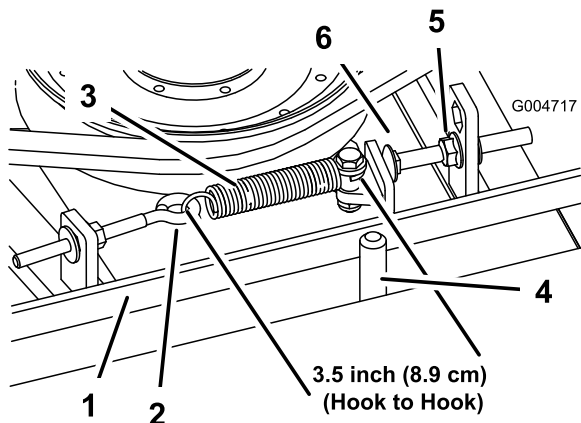

Bild 97
Bei richtiger Spannung sollte die Messung an der Verlängerungsfeder (Haken zu Haken) ungefähr $8,9 \text{ cm} \pm 0,63 \text{ cm}$ betragen. Wenn die Federspannung richtig ist, stellen Sie die Anschlagschraube (Schlossschraube) ein, bis der Abstand zwischen dem Schraubenkopf und dem Spannarm ungefähr $0,32 \text{ cm} \pm 0,152/0,000 \text{ cm}$ beträgt (Bild 97).
Hinweis: Achten Sie darauf, dass der Riemen auf der Federseite der Riemenführung positioniert ist (Bild 97).
2. Lösen Sie den Augenbolzen, um die Verlängerungsfeder abzunehmen (Bild 97).
3. Lösen Sie die Bundmutter, mit der die Anschlagschraube an der Befestigungslasche befestigt ist. Schieben Sie die Mutter so weit zurück, dass der Spannarm an der Anschlagschraube vorbeigeführt werden kann (Bild 97). Bewegen Sie die Spannscheibe vom Riemen weg, um diesen zu entspannen.
Hinweis: Achten Sie darauf, dass der Riemen auf der Federseite der Riemenführung positioniert ist (**Bild 97**).
8. Setzen Sie die Verlängerungsfeder (**Bild 97**) wieder in den Augenbolzen ein und spannen Sie den Riemen wie folgt: